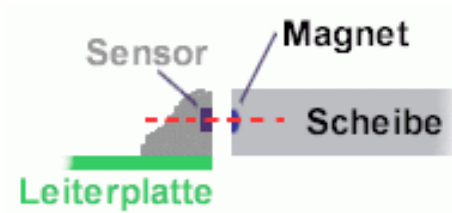

Abbildung 6 Korrekte Ausrichtung von Magnetring und Sensor.
- Dabei darauf achten, dass sich die Magnete in dem Magnetring auf Höhe des Sensors befindet, siehe Abbildung 6 auf Seite 10.